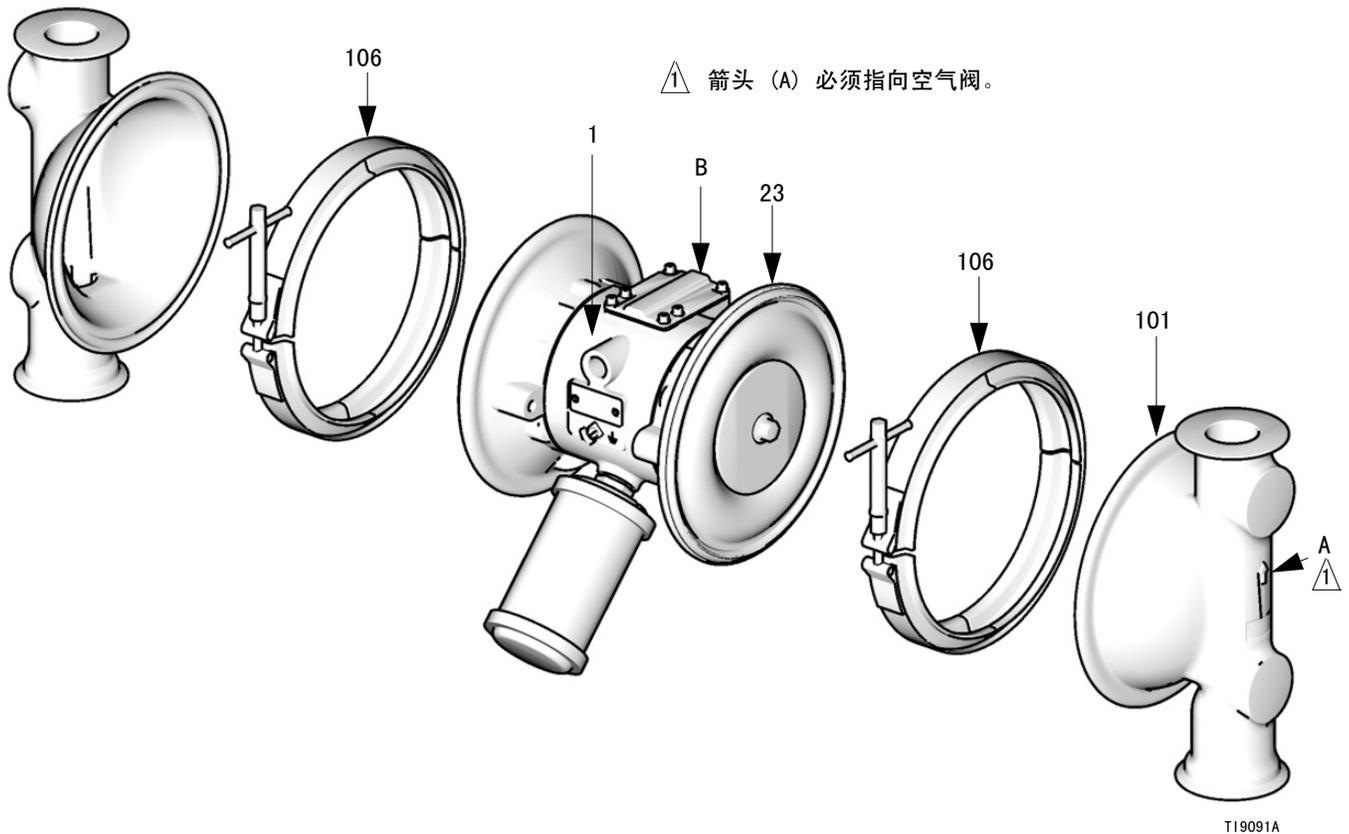

图 10
3. 卸下固定与空气盖 (23) 连接的流体盖 (101) 的管夹 (106)。将流体盖 (101) 从泵上拉出。见图 10。
- c. 安装隔膜 (403*)。应确保标有“空气侧”的一面朝向中心机壳 (1)。
- d. 仅在 PTFE 型号上，将支撑件 (401*) 安装到螺栓上。应确保标有“空气侧”的一面朝向中心机壳 (1)。
- e. 安装空气侧隔膜板 (104)，以使圆边朝向隔膜 (401)。该隔膜板标有部件号。
- f. 在螺栓 (107) 螺纹上涂上中等强度 (蓝色) 的 Loctite® 或类似胶水。用手将螺栓拧在轴 (24) 上。
3. 润滑隔膜轴 (24) 的轴身和两端，然后将其穿过机壳 (1)。
5. 用扳手夹住一个轴螺栓 (107)，并最大以 100 转/分的转速将另一个螺栓用 60–70 磅英尺 (81–95 牛·米) 的扭矩拧紧。
6. 将流体盖 (101) 和中心机壳 (1) 对准，以使盖板上的箭头 (A) 与空气阀 (B) 朝向同一方向。用管夹固定盖板。见图 10。